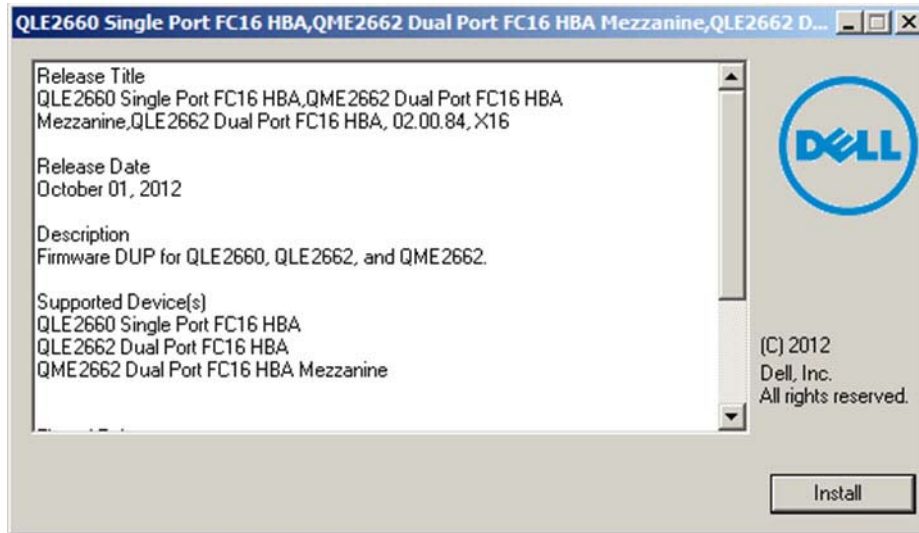

Ilustración 3-1. Pantalla de presentación del paquete de actualización Dell
1. Haga doble clic en el icono que representa el archivo DUP del firmware. Cuando aparezca la pantalla de bienvenida del DUP (Ilustración 3-1), haga clic en **Install** (Instalar) para continuar.